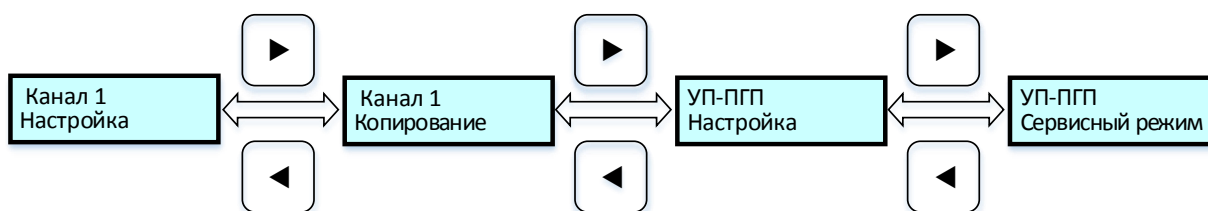

Рисунок 8 – Циклограмма выводимых сообщений на дисплей при настройке УП с канальными платами при включенном канале
2.6.4.2.2. При *включенном канале*, для которого вызвано меню, основное меню УП выглядит следующим образом (см. рис. 8). Меню позволяет: